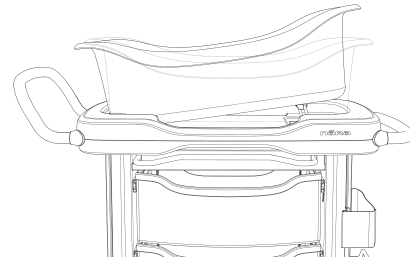

Рисунок 6 – Установка корзинки для новорожденного под углом
3. Слегка приподнимите корзинку для новорожденного и извлеките планку регулировки наклона из паза (Рисунок 6).